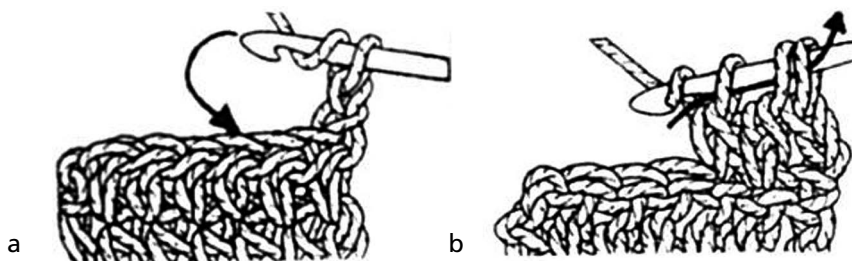

Fig. 4.30 Formas de disminuir espacios
- Otra forma es cerrar dos puntos juntos como si fueran uno solo. Esto se puede realizar en todos los puntos básicos de croché. Para conseguirlo debemos tejer un punto en el primero de la hilera anterior, sin cerrar. Luego, introducir la agujeta en el siguiente punto y tejer otro punto sin cerrar. Finalmente cerrar los dos puntos juntos (fig. 4.30 b).